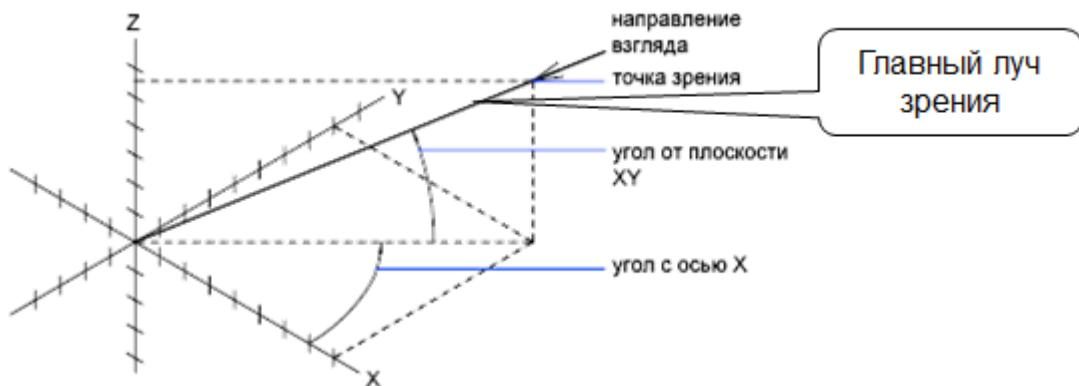

Рис.3.1. Параллельное проецирование.
- параллельное (точка зрения в бесконечности, проецирующие лучи взаимопараллельны, главный луч зрения ориентирован на точку начала координат 0,0,0) (рис. 3.1.);